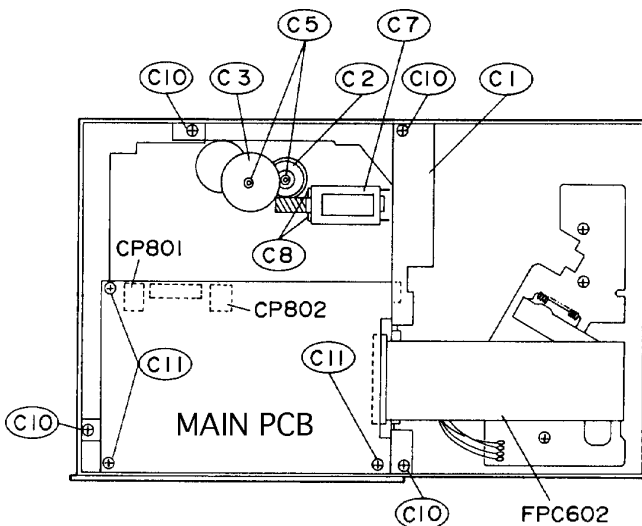

Fig. 2
2. Hauptplatte "MAIN PCB" ausbauen (Fig. 2)
3. Ausbau des Lift-Motors C7 (Fig. 2)
- 4 Schrauben **C10** heraus-schrauben und Magazinschacht-Oberteil **C1** herausnehmen (Fig. 2).
2. Removing the Main Board (Fig. 2)
- Undo 4 screws **C10** and remove the cover plate of the CD magazine compartment **C1** (Fig. 2).